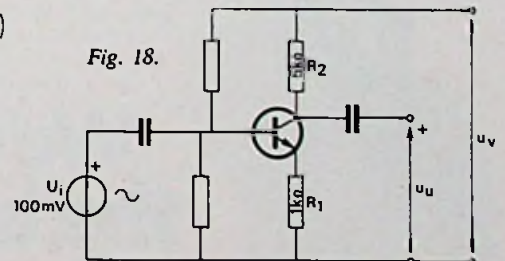

Fig. 18.
5. Van de transistor in fig. 18 bedraagt de wisselspanning over de basis-emitter-overgang 1 mV.